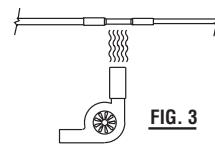

FIG. 3
- After testing the installation, use a Hot air gun** and apply heat directly to all of the heat sealable butt connectors used working from the center out to the edges (Fig. 3), until the tubing shrinks and adhesive flows. Allow to cool before inspecting the splices and checking integrity.
- Après la vérification de l'installation, envoyez de l'air chaud avec un pistolet** sur les connecteurs thermorétractables, du centre vers les extrémités, jusqu'à ce que les manchons se rétrécissent et que l'adhésif s'écoule. Laissez refroidir avant d'inspecter l'épissure et de vérifier l'intégrité de l'assemblage. Voir Fig.3.
- Luego de probar la instalación, use una pistola de aire caliente** y aplique calor directamente a todos los conectores que sellan por calor que haya usado, empezando desde el centro y desplazándose hacia los extremos. Aplique calor a los conectores hasta que el tubo se encoja y el adhesivo fluya. Permita que se enfrie antes de inspeccionar el empalme y revisar su firmeza. Vea la Fig.3.